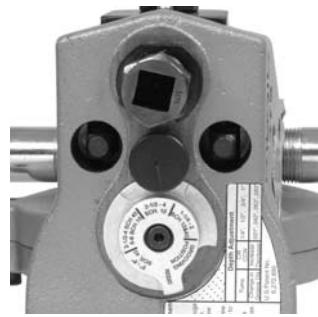

Figure 15A – Amenez la graduation applicable de la jauge sous de la tête de la vis de réglage
2. Réglez la jauge de profondeur de rainurage de façon à amener la graduation applicable sous la tête de la vis de réglage (Figure 15A). La jauge de profondeur est prévue pour les tuyaux en acier. Reportez-vous à la section « Diamètre de rainurage pour tuyaux cuivre » lors du rainurage des tuyaux en cuivre.